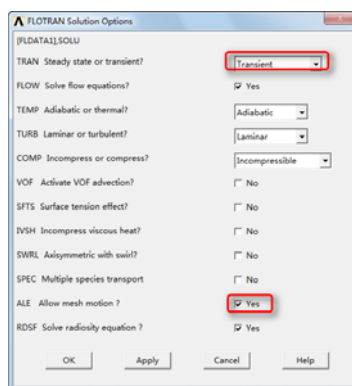

图 9-120 “FLOTTRAN Solution Options”对话框
③依次选择 Main Menu→Solution→FLOTTRAN Set Up→Solution Options, 会弹出“FLOTTRAN Solution Options”对话框, 如图 9-120 所示, 在“TRAN Steady state or transient?”选择列表中选择“Transient”; 单击 FLOW Solve flow equations? 后的方框, 使“No”状态变为“Yes”; 在“TURB Laminar or turbulent?”选择列表中选择“Laminar”; 单击“ALE Allow mesh motion?”后的方框, 使“No”状态变为“Yes”, 其余采用默认设置, 单击“OK”按钮关闭该对话框。